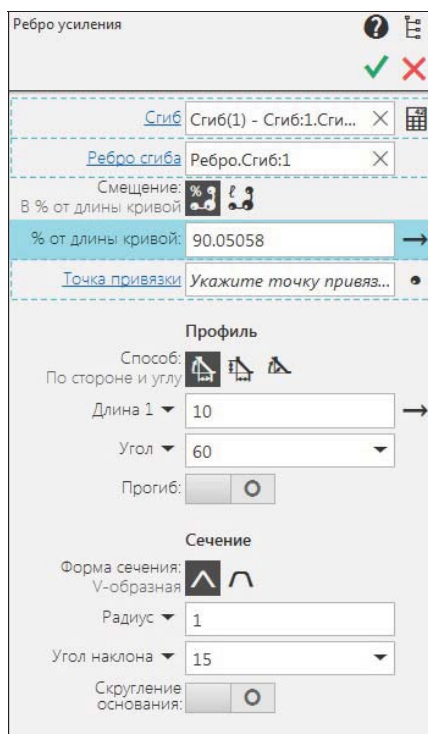

Рис. 29.31. Панель Параметры:
- ◆ укажите сгиб для построения ребра усиления. Наименование сгиба отобразится в поле **Сгиб** па панели **Параметры: Ребро усиления** (рис. 29.31). Отсутствие фантома свидетельствует о невозможности построения ребра усиления с текущими параметрами. В этом случае нажмите кнопку  **Вычислить параметры профиля по сгибу**, расположенную справа от поля **Сгиб**;